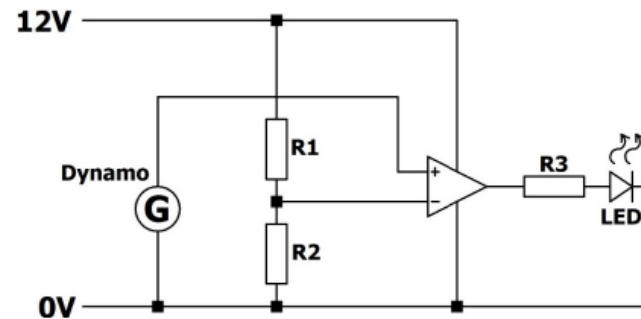

Abbildung 3: Testaufbau
Die optimale Frequenz soll mithilfe von drei LEDs (rot, gelb, grün) angezeigt werden. Dabei gilt Folgendes: Ist die Trittfrequenz unter 60 Umdrehungen pro Minute, soll nur die gelbe LED leuchten, bei einer Trittfrequenz zwischen 60 und 80 Umdrehungen pro Minute zusätzlich die grüne LED. Überschreitet die Trittfrequenz 80 Umdrehungen, soll zusätzlich die rote LED angehen. Um auszuprobieren, wie dies mit Operationsverstärkern zu realisieren ist, wird der Schaltplan wie in Abbildung 3 zu Testzwecken aufgebaut.
- Nennen Sie die in Abbildung 3 dargestellte Art der Schaltung und erklären Sie deren Funktionsweise. 5 VP
- Dimensionieren Sie R1, R2 und R3 derart, dass die LED bei einer Trittfrequenz von 60 Umdrehungen pro Minute zu leuchten beginnt. (siehe Abb. 3) 5 VP